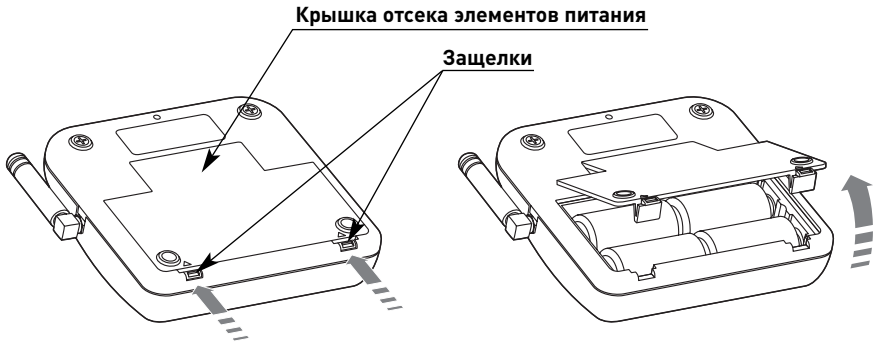

Рис. 4.
1. Откройте крышку батарейного отсека. Для этого нажмите на две защелки, приподнимите крышку, как показано на рис. 4, и выньте ее. Вы получите доступ к элементам, показанным на рис. 5.